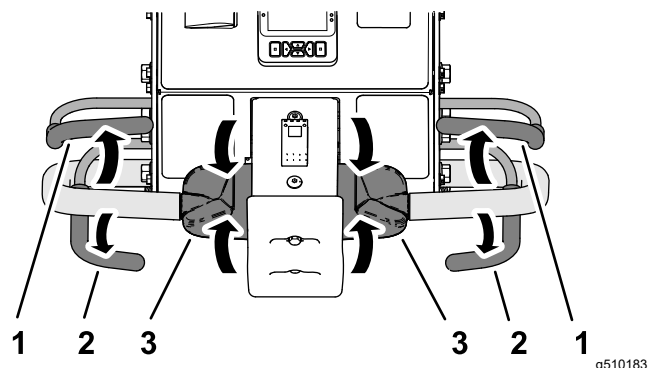

Figura 79
1. Se state effettuando l'arieggiatura, rilasciate la barra di arieggiatura (Figura 79) per sollevare la testa di carotaggio; fate riferimento a Sollevamento della testa di carotaggio (pagina 51).